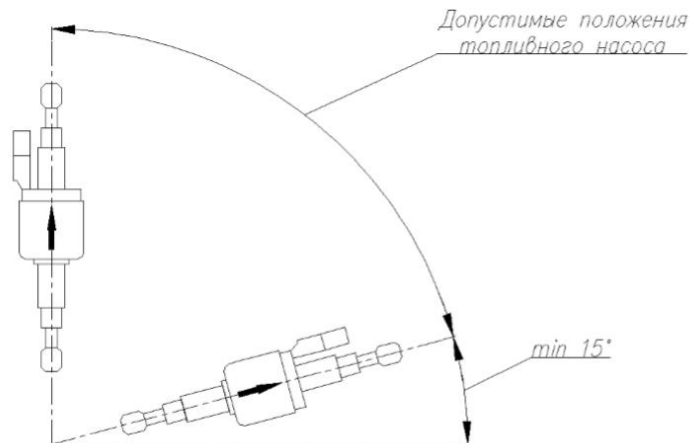

Рис. 1 - Допустимые монтажные положения топливного насоса
- ось топливного насоса при монтаже предпочтительней устанавливать ближе к вертикали (см. рис.1);